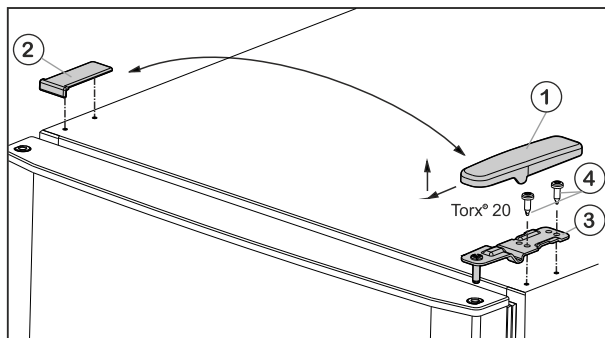

Fig. 6
- ▶ Зніміть кришку Fig. 6 (1) вперед і вгору.
- ▶ Зніміть кришку Fig. 6 (2).
- ▶ Викрутіть верхній опорний кронштейн Fig. 6 (3) (2 шт. Torx® 20) Fig. 6 (4) і відведіть вгору.
- ▶ Встановіть верхній опорний кронштейн Fig. 6 (3) в дверцята на новий бік шарніра.
- ▶ Прикрутіть верхній опорний кронштейн (**з моментом 4 Нм**) гвинтами (2 шт. Torx® 20) Fig. 6 (4). У разі необхідності скористайтесь акумуляторним гвинтокрутом.
- ▶ Встановіть і зафіксуйте кришку Fig. 6 (1) з протилежного боку ззовні.
- ▶ Також встановіть зверху і зафіксуйте кришку Fig. 6 (2) з протилежного боку.